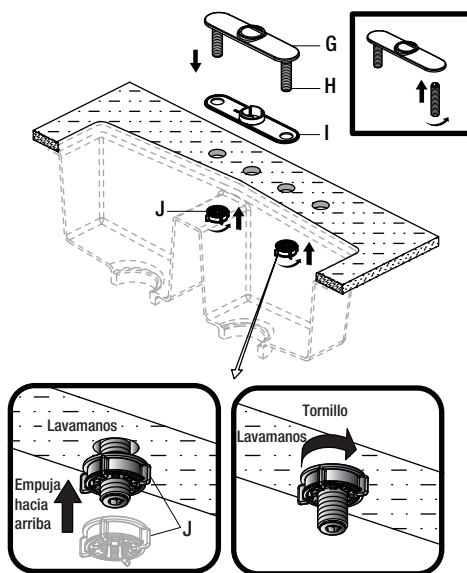

Fig 1
- Enrosca los vástagos (H) en la placa protectora (G) y asegúrate de que la placa base (I) esté presionada sobre la placa protectora (G) antes de instalar esta última en los tres orificios del lavamanos.
- Desde abajo del lavamanos, asegura la placa protectora al mismo con las tuercas fáciles de instalar (J) incluidas. Alza estas tuercas (J) hacia el lavamanos y gira para ajustar, como se muestra en la fig. 1.